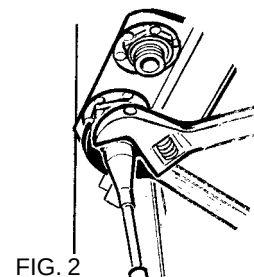

FIG. 2
Appuyer le connecteur mâle (7) sur le connecteur femelle (6) fixé à l'unité intérieure, et le visser manuellement en agissant sur la bague mobile. Terminer l'opération de branchement en serrant la bague dans le sens des aiguilles d'une montre, en utilisant une clef de "21" sur le connecteur mâle, et une clef de "24" sur le connecteur femelle (Fig.2).
Appuyer le connecteur femelle (2) sur le connecteur mâle (4) fixé à l'unité intérieure, et le visser manuellement en agissant sur la bague mobile. Terminer l'opération de branchement en serrant la bague dans le sens contraire des aiguilles d'une montre, en utilisant une clef de "19" sur le connecteur mâle, et une clef de "24" sur le connecteur femelle (Fig.2).